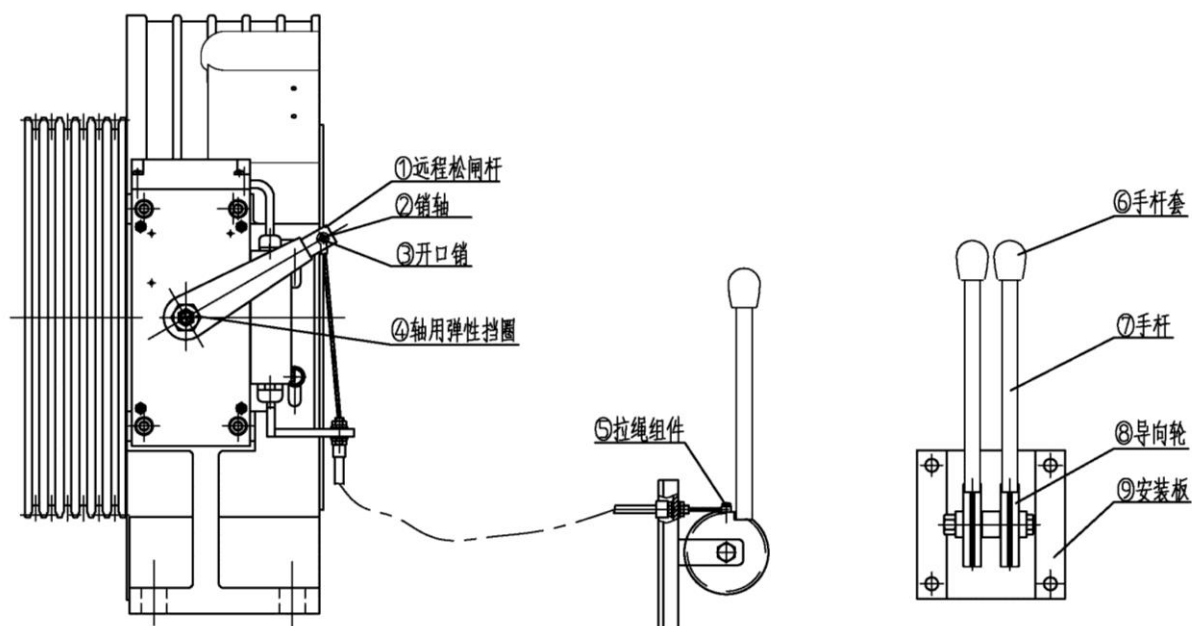

图 39 远程手动松闸装置控制机构
该装置适用于无机房曳引机，实现远距离的制动器装置的松闸；该装置用在紧急状态时营救轿厢中被困人员，提高解救速度。手动远程松闸由远程松闸杆①、销轴②、开口销③、轴用弹性挡圈④、拉绳组件⑤、手杆套⑥、手杆⑦、导向轮⑧、安装板⑨等。示意图见 P26 图 39 所示。